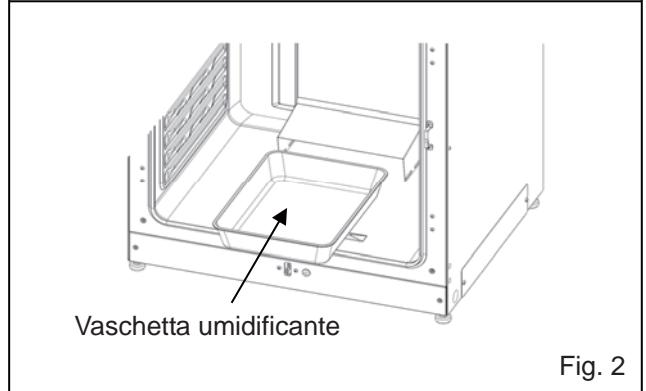

Fig. 2
Fare attenzione a evitare un'infiltrazione del detergente diluito nel sensore della temperatura, nella porta di iniezione del gas CO₂, nell'accesso dell'aria dei campioni, nei cuscinetti dell'albero del motore e nell'uscita interna dell'aria dei campioni (punti evidenziati nella Fig. 2 da ➡). Inoltre non pulire il sensore della temperatura e la lampada UV con un detergente. Ciò causerebbe dei guasti.
3. Estrarre la vaschetta umidificante (Fig. 2).